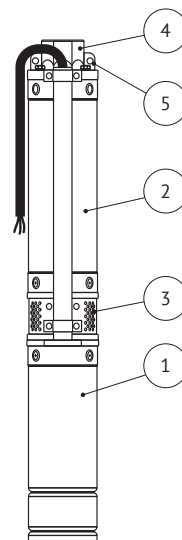

Рисунок 1 -
Насос (см. рисунок 1) состоит из электродвигателя переменного тока (*поз. 1*) и многоступенчатой проточной части (*поз. 2*) центробежного типа.
- Присоедините напорный трубопровод к выходному отверстию насоса (см. рисунок 1, поз. 4).
- Насос опускается в скважину только с помощью стального или нейлонового троса, закрепленного в проушинах насоса (см. рисунок 1, поз. 5).